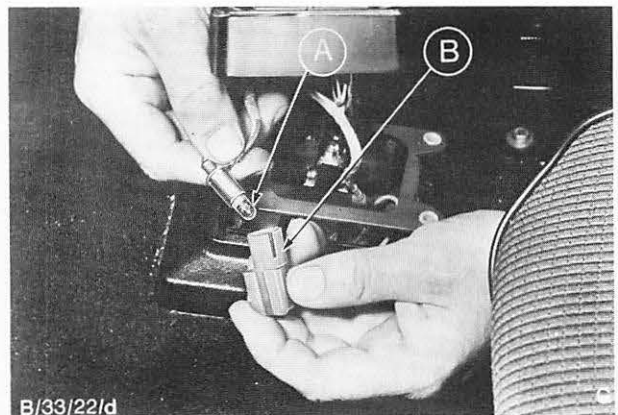

Abb. 53 Glühlampe – Schaltkala herausnehmen
2. Lampenfassung unten am Wählhebel herauschieben und Glühlampe herausnehmen, Abb. 53.